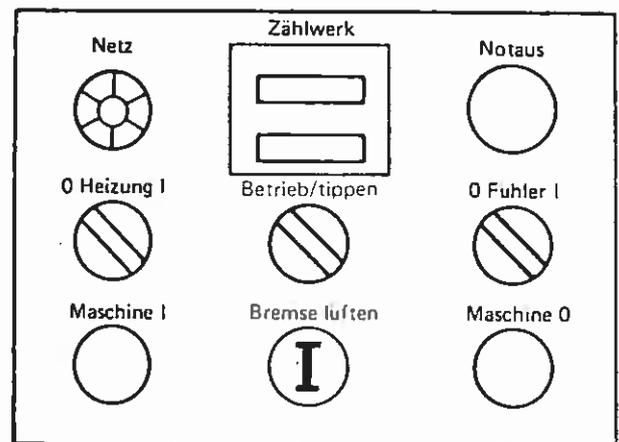

Bild 86
2. Bremse des Antriebmotors durch Betätigung des Tasters (Bild 86) lüften.